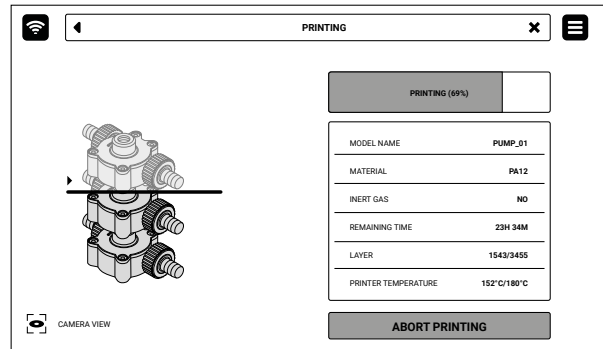

Abb. 7.1 Der Bildschirm **PRINTING**.
1. Während der Druckvorgang läuft, zeigt der Bildschirm grundlegende Informationen über den Druckprozess (Abb. 7.1).